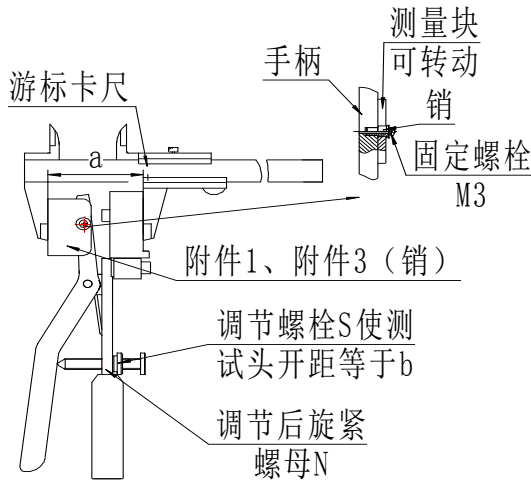
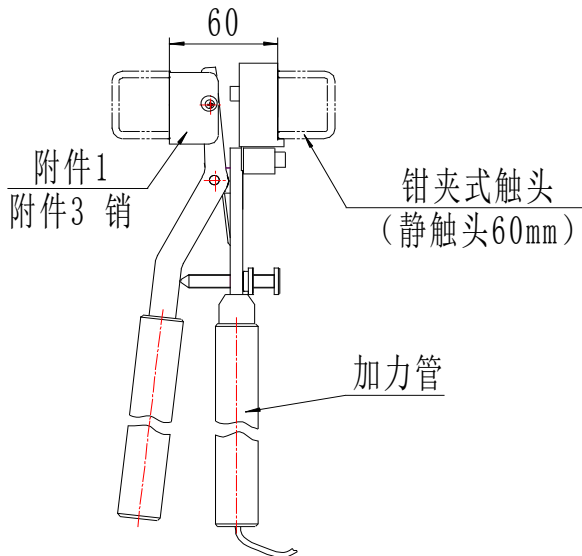
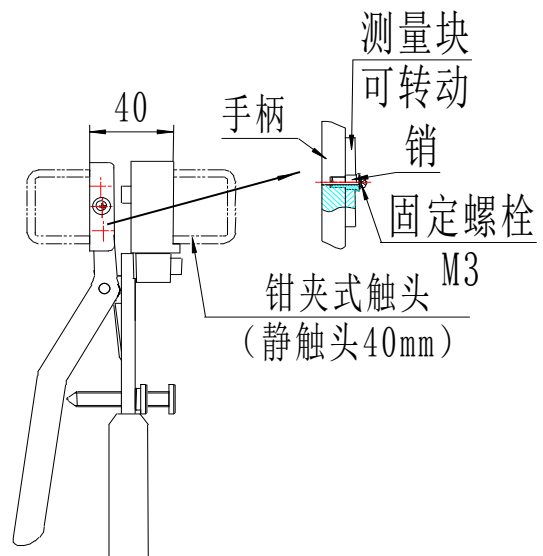
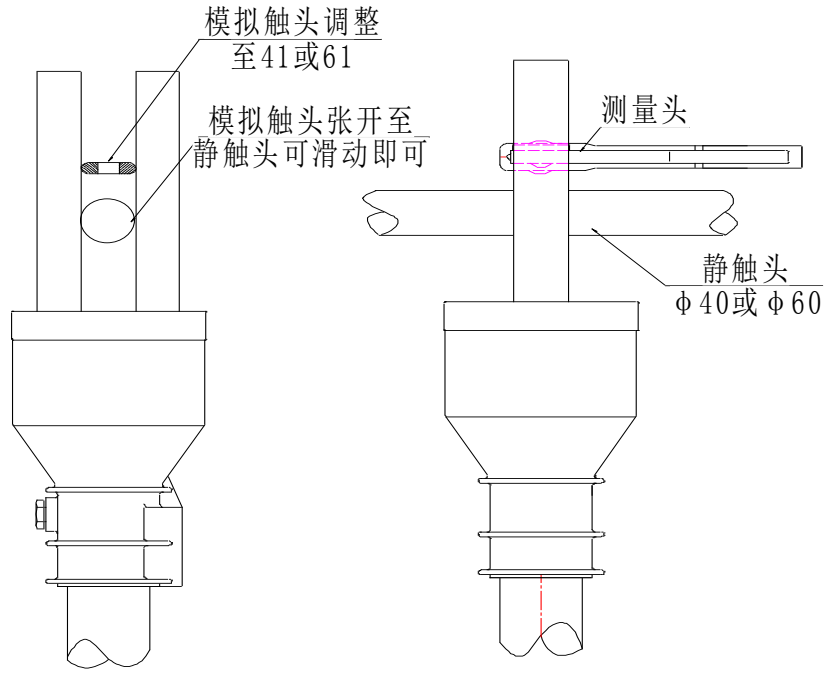

图 3 模拟触头宽度测量示意图
图 5 折臂式隔离开关（静触头 60mm，如 GW22B-252）测量示意图
图 6 折臂式隔离开关（静触头 40mm，如 GW22B-126）测量示意图
图7 折臂式隔离开关（已挂静触头触头）测量示意图
（2）、根据触头宽度 b ，调整测试钳模拟触头（下面称之为模拟触头）的宽度 a ，（见图3、图4），使 $a=b$ ；
（3）、图3是用于GW16、GW22、GW6等折叠式、剪刀式隔离开关模拟触头的调整方法，拆除附件4、附件5，装上附件1、附件3销（“1”用于静触头直径60mm的刀闸，静触头直径40mm的刀闸装附件2、附件3销），将卡尺锁定在 a 上，卡住模拟触头，再缓慢调节螺栓 S ，调好后锁紧螺母 N 。测量示意图见图5、图6和图7。
(1)、图5、图6是折臂式隔离开关未装静触头的测量示意图。测量时将调整好模拟触头（调整方法见3），放入待测触指中，使模拟触头张开限定位置为止，仪表显示的读数即为该触头的接触压力。
(2)、图7是折臂式隔离开关已装静触头的示意图。测量时将模拟触头尺寸a调整到大于静触头1mm左右，如静触头直径为 Φ 40mm，则需调整a=41mm。一只手使缓慢地使模拟触头张开，另一只手抓住静触头晃动，如果静触头能在触指中轻松滑动或转动，这时仪表上显示的读数即为该触头的接触压力。**注意：模拟触头的张开速度应该很缓慢！**
2、折臂式隔离开关触指压力的测量（如 GW16、GW17、GW22、GW23 型隔离开关，已挂静触头），按图 3、4 要求更换测量附件